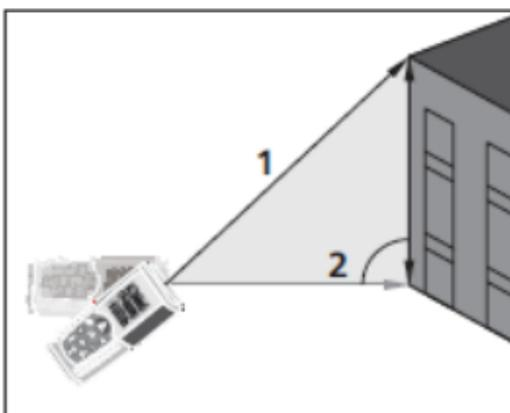

Abb. 7: Indirekte Messung mit 2 Punkten
3. Stellen Sie das Gerät in die höchste Stellung (1) für die Messung (siehe Fig. 7) und drücken Sie die  Taste. Das Ergebnis erscheint auf dem ersten Teildisplay. Das Symbol "" erscheint auf dem Display mit blinkender Seite "2".
4. Stellen Sie das Gerät so waagerecht wie möglich (2) für die Messung (siehe Fig. 7) und drücken Sie die  Taste. Das Ergebnis erscheint auf dem zweiten Teildisplay.
5. Der Endwert des Ergebnisses (als $\sqrt{(1)^2 - (2)^2}$ erhalten) wird im Ergebnisdisplay angezeigt.